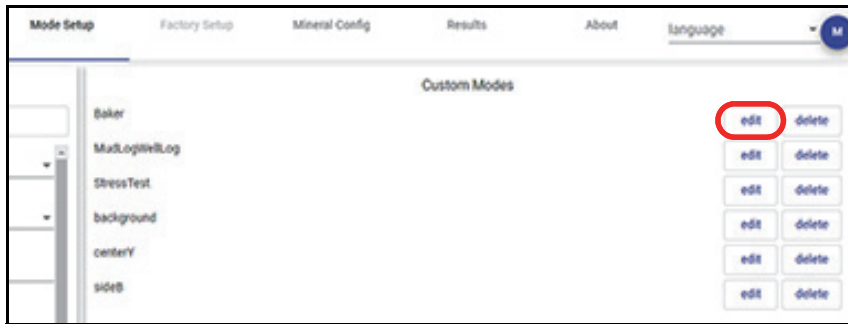

Figura 5-14 Pulsanti Edit
1. Cliccare su uno dei pulsanti **Edit** (Modifica) [vedi Figura 5-14 a pagina 84].